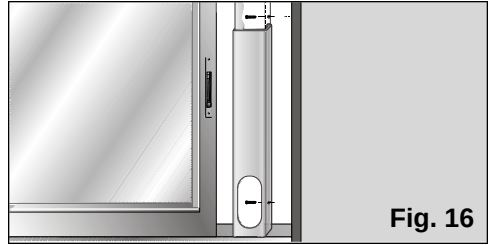

Fig. 16
- Per poterlo fissare nella finestra / balcone è munito di due fori laterali. Tramite due viti (non comprese nell'accessorio) l'utente potrà fissarlo sulla cornice o sul muro senza pericolo che possa muoversi o cadere dalla sua posizione, **Fig. 16.**